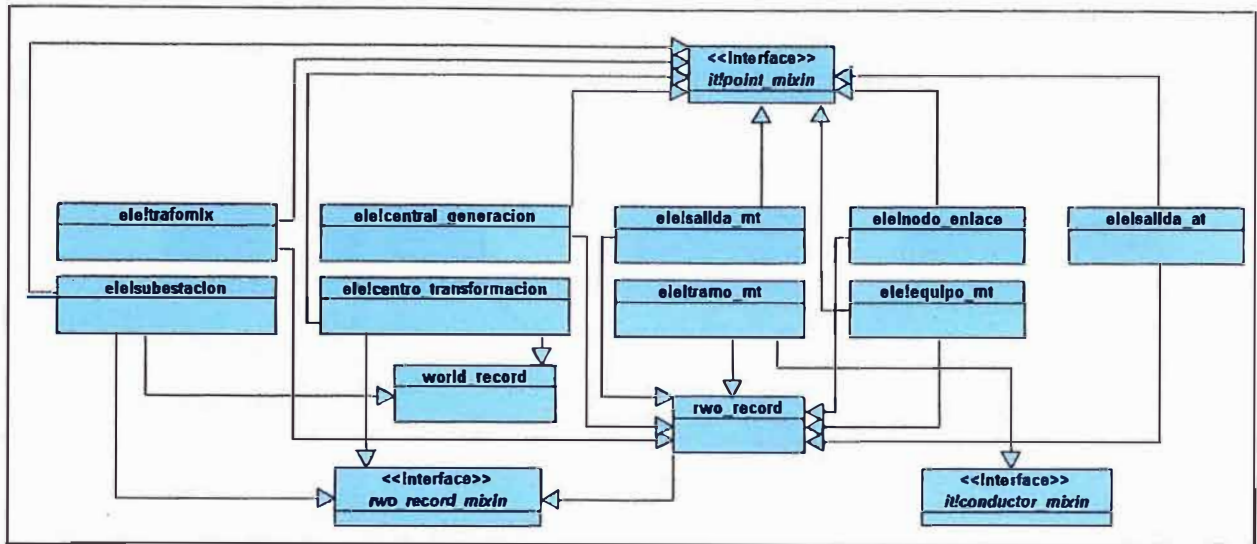

Figura 5.7 Clases de las Instalaciones de Media tensión
- Clases de las Instalaciones de Media Tensión (figura 5.7)